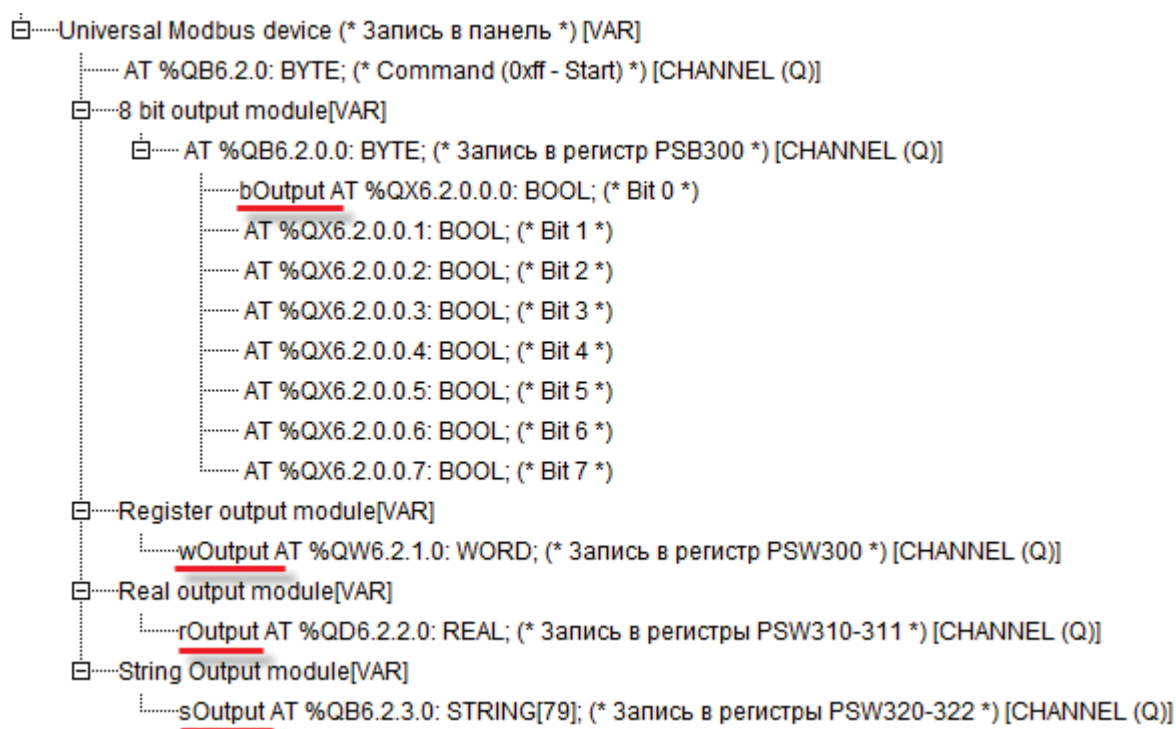

Рис. 28. Привязка переменных к каналам
**Обратите внимание**, что работа с переменными типа **BOOL** осуществляется через **8 Bit Output Module**. При этом нулевому биту соответствует заданный регистр модуля (см. рис. 28), первому – заданный регистр+1 (PSB301), второму – PSB302 и т.д.